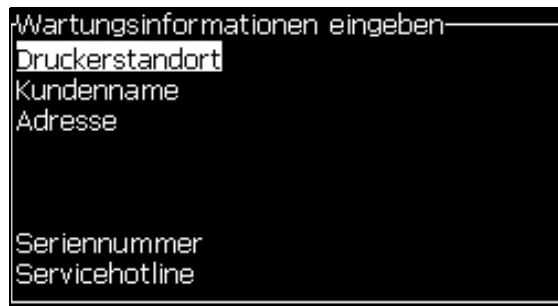

Abbildung 4-23: Dialogfeld Enter Service Information (Wartungsinformationen eingeben)
- 2 Wählen Sie die Option *Enter Service Information (Wartungsinformationen eingeben)* und drücken Sie die Taste *Enter*. Das Dialogfeld *Enter Service Information (Wartungsinformationen eingeben)* erscheint (siehe Abbildung 4-23).